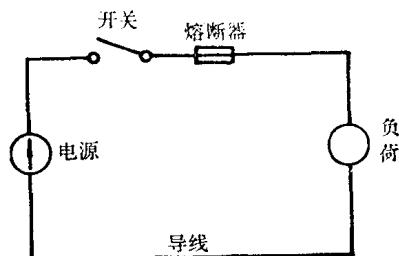

图 1-11 电路的四要素
2. 构成一个电路通常有四个要素：（1）电源。提供电能或输出电压、电流的设备，如发电机、供电变压器、电池、整流电源及某种状态下的储能电容器等。（2）负荷。消耗电能的设备，如各种用电设备等。（3）导线。输送电能的通道。（4）开关及控制设备。对电路状态（开、闭）进行控制、保护的设备，如开关、熔断器等。图 1-11 是一最简单的照明电路，它也是同样包含这四个要素，这里的电源是取自电网的交流 220 伏电压，负荷是照明灯，控制保护设备是开关和熔断器。